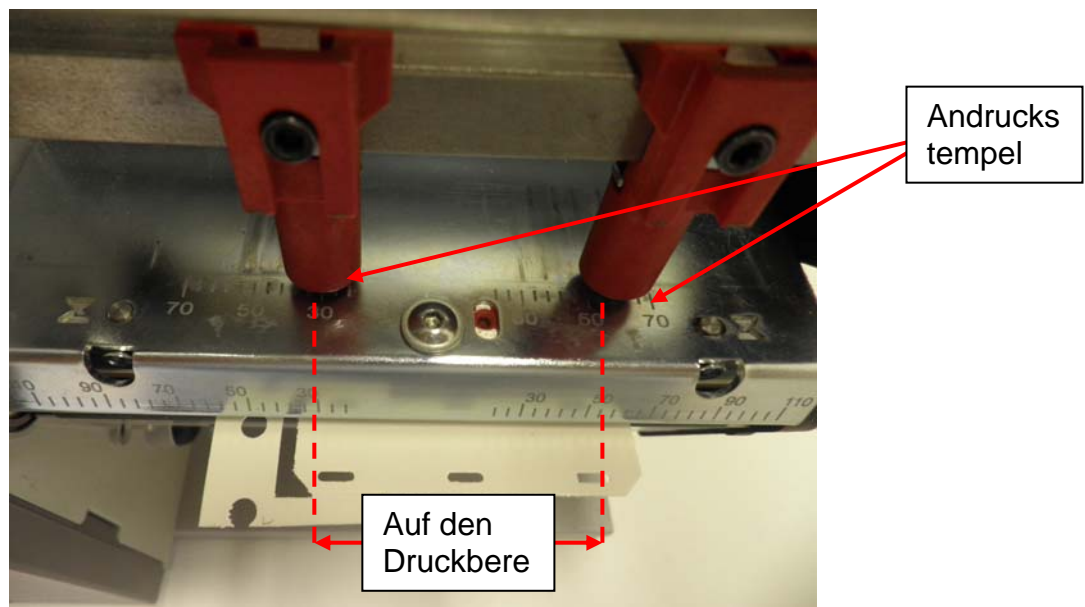

Abbildung 1 - Einstellung der Andruckstempel für den Druckbereich des zu bedruckenden Produkts.
2.1. Position der Andruckstempel - die Andruckstempel (Abbildung 1) an den Außenkanten des Druckbereichs positionieren.